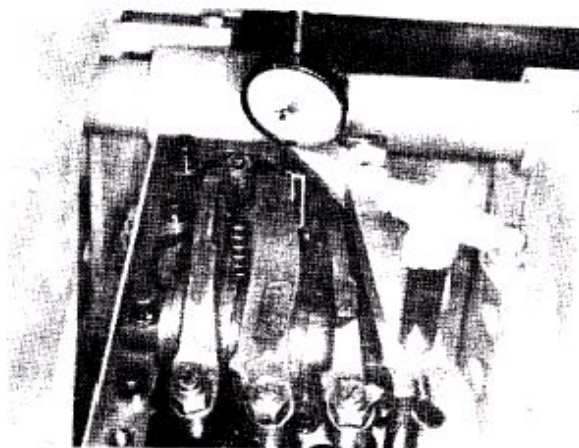

Рис. 2-62. (K21920) Установка циферблатного индикатора – удлинитель контактирует с толкателем.
2. Установите на кожух качающегося рычага опорный блок 3375007. Блок следует устанавливать на выбранный цилиндр, при этом на верхнюю часть толкателя форсунки устанавливается удлинитель циферблатного индикатора. Рис. 2-62.